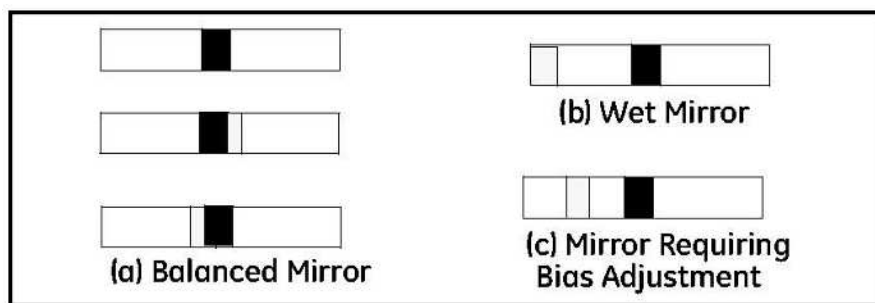

図 5-2：さまざまな鏡面の状態で変化するバランスインジケータ
- バランスインジケータをよく観察してください。乾いてクリーンなバランス鏡面の場合、図 5-2 に示すように、バーの位置はスケールの中央になります。鏡面がウェットであるとき図 5-2 (b) の状態になり、バイアス調整が必要な鏡面は 5-2 (c) の状態になります。バイアスネジでグレーのブロックまで移動し、安定した中央ブロックにできるだけ近づけてください。